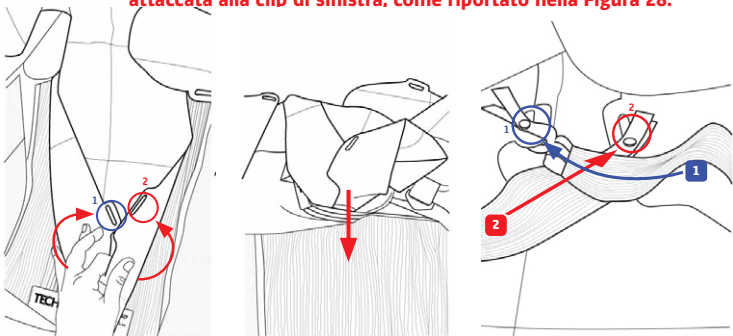
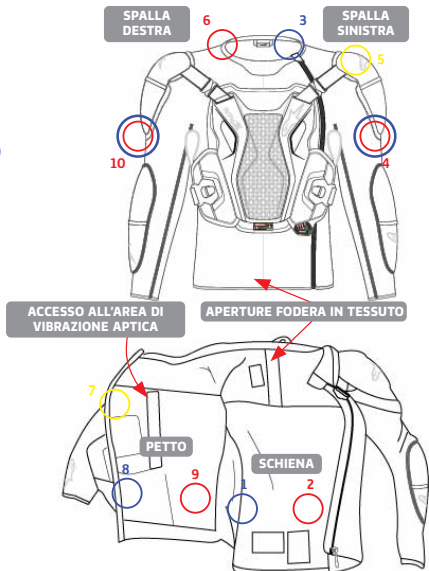

Figura 24
Figura 28: Posizione delle clip sull'Airbag (sinistra) e sulla fodera in tessuto del sistema (5) (destra);
1. Per prima cosa posizionare il sistema con il dorso rivolto verso il basso su una superficie piana, preferibilmente un banco di lavoro o un tavolo. Staccare l'airbag dalla fodera in tessuto (5) aprendo tutte le clip di connessione come mostrato nella Figura 28. L'utente può accedere a queste connessioni attraverso le aperture nella fodera in tessuto
(5), indicate anch'esse nella Figura 28. Sono presenti un totale di 10 clip nell'Airbag, distribuite e numerate come indicato nella Figura 28: 3 clip nella zona della spalla sinistra (clip 3-4-5), 2 clip nella zona della spalla destra (6-10), 3 clip nella zona del torace (7-8-9) e 2 clip nella zona della schiena (1-2). Si consiglia di staccare queste clip in ordine sequenziale, iniziando da quelle situate nella parte bassa della schiena (1-2), passando poi a quelle sulle spalle (3-4-5, e 6), quindi a quelle sul petto (7-8-9) e infine all'ultima clip 10 (vedere Figura 28).
L'utente deve quindi tirare il cavo verso il basso attraverso il foro di accesso all'area di vibrazione aptica (3), fino a rimuoverlo (vedi il riferimento nella Figura 28). A questo punto l'utente può aprire il velcro e rimuovere il display LED (4).
1. Per prima cosa, posizionare il sistema con la protezione per la schiena (11) rivolta verso l'alto. L'utente deve reinserire l'airbag attraverso l'apertura della protezione per la schiena (11), facendo attenzione a posizionarlo correttamente (è fondamentale che l'utente eviti di torcere o piegare l'airbag). Inserire l'Airbag all'interno del sistema prestando la massima attenzione affinché ogni clip sia meticolosamente abbinata per colore e numero all'esatta clip di connessione corrispondente all'interno del sistema. L'utente DEVE ancorare l'Airbag su TUTTE e 10 le clip di collegamento, come mostrato nella Figura 28. Si consiglia di eseguire questa operazione con i gonfiatori a gas (17) posizionati nel corrispondente alloggiamento dei gonfiatori rimovibile (18). Per collegare l'airbag alle clip di connessione corrispondenti, l'utente deve utilizzare le aperture della fodera in tessuto (5) facendo corrispondere le etichette numerate e colorate sia sull'airbag che sulla fodera in tessuto (5) del sistema (vedere Figura 28). Si noti che le clip di connessione 4 e 10 hanno etichette doppie di colore blu e rosso (quando si attaccano le clip di connessione, assicurarsi che il lato rosso sia abbinato al lato rosso e il lato blu al lato blu, con il lato blu orientato verso l'utente ed il rosso dietro), per aiutare l'utente ad attaccare l'Airbag con l'orientamento corretto.
AVVERTENZA! Le clip inferiori (1 e 2) devono essere fissate in modo incrociato, come riportato nella figura 24 sottostante, formando una X sul retro dell'Airbag, in modo da garantire un buon ancoraggio dell'Airbag. Le clip inferiori (1 e 2) saranno quindi attaccate alle clip opposte nella fodera in tessuto rispetto alla vista frontale e, di conseguenza, gli utenti dovrebbero vedere un leggero ripiegamento dei bordi inferiori dell'airbag. Facendo riferimento alla vista frontale, la clip 1 DEVE essere attaccata alla clip di destra e la clip 2 DEVE essere attaccata alla clip di sinistra, come riportato nella Figura 28.